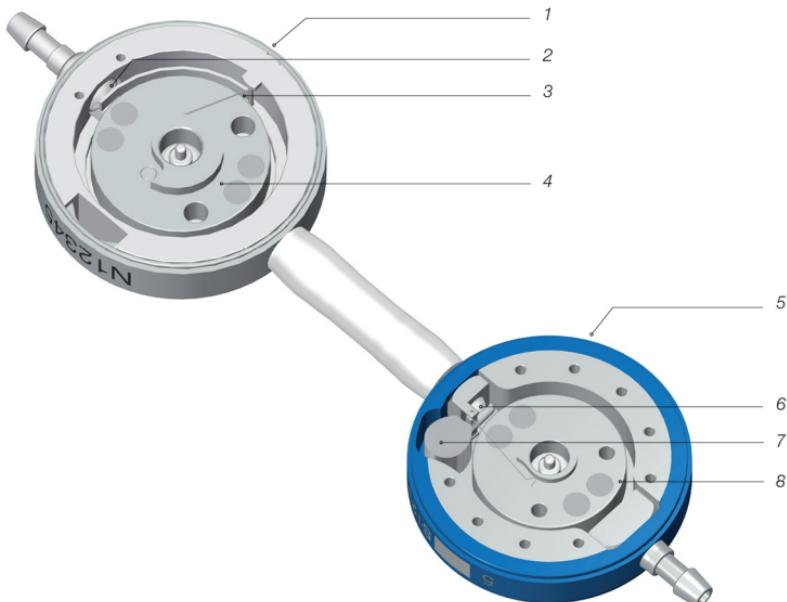

Fig. 1: Sección transversal de M.blue plus
M.blue plus es un sistema de válvulas fabricado en titanio que se compone de una unidad de presión diferencial ajustable (en lo sucesivo, también denominada proGAV 2.0) y de una unidad gravitacional ajustable (en lo sucesivo, también denominada M.blue) (Fig. 1). La unidad de presión diferencial ajustable (1) situada en la parte proximal del sistema de válvulas está formada por una carcasa estable de titanio con una unidad de esfera y cono integrada en su parte delantera (2). Un muelle de varilla (3) determina la presión de apertura de esta unidad. Un rotor con alojamiento giratorio (4) permite ajustar la tensión previa del muelle y, con ello, regular la presión de apertura de la válvula de forma posoperatoria a través de la piel.